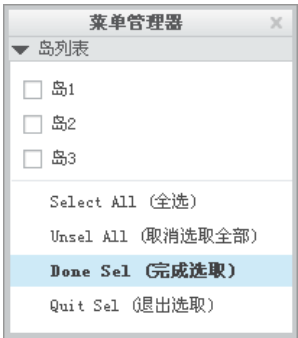

图 18.3.22 “岛列表”菜单
(1) 在系统的  为分割工件选择分型面。提示下, 在模型中分型面的位置右击, 从弹出的快捷菜单中选择 **从列表中拾取** 命令。
(2) 在弹出的“从列表中拾取”对话框中, 单击列表中的 **面组:F12 (PS)** 分型面, 然后单击 **确定 (O)** 按钮。
(3) 单击“选择”对话框中的 **确定** 按钮。
Step4. 系统弹出图 18.3.22 所示的 **岛列表** 菜单, 在菜单中选中 **岛2** 复选框, 选择 **Done Sel (完成选取)** 命令。
块，这些互不连接的体积块称之为岛（Island）。在图 18.3.22 所示的 **岛列表** 菜单中，有 3 个岛，将鼠标指针分别移至岛菜单中的这 3 个岛名称，坯料中相应的体积块会加亮。